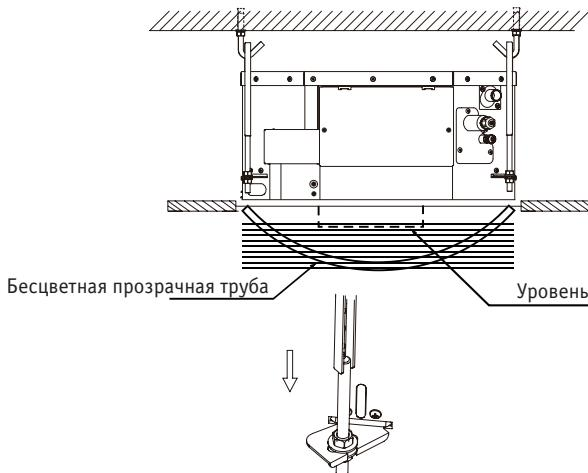

Рис. 5.9
- С помощью регулируемых монтажных винтов расположите корпус блока горизонтально, в противном случае возможна течь воды. Проверьте горизонтальность блока с помощью спиртового уровня или заполненной водой полиэтиленовой трубы. См. рис. 5.9.